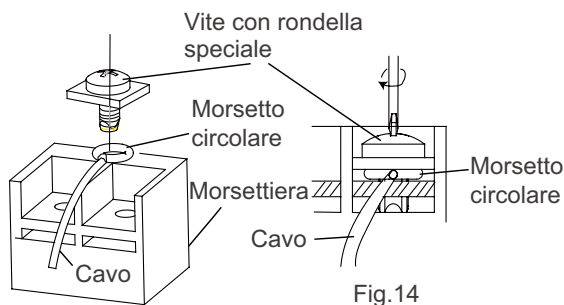

Fig.14
- 4). Posizionare il morsetto circolare del cavo e sostituire e fissare la vite serrafilo con un cacciavite (Fig.14).